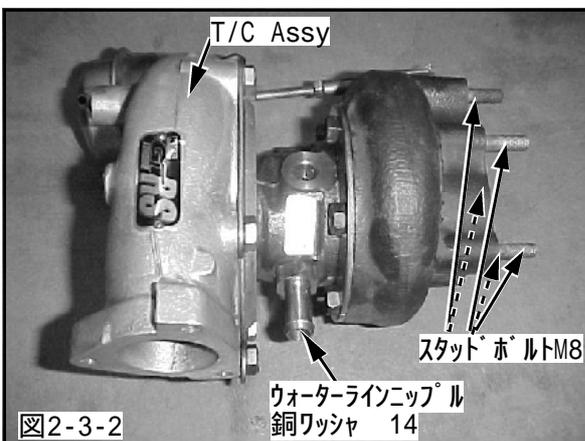

図2-3-2
- (3)T/C AssyにスタッドボルトM8を取付けてください。(P1×1, P50×5)(図2-3-2)
(P23×1, P31×1)(図2-3-2)